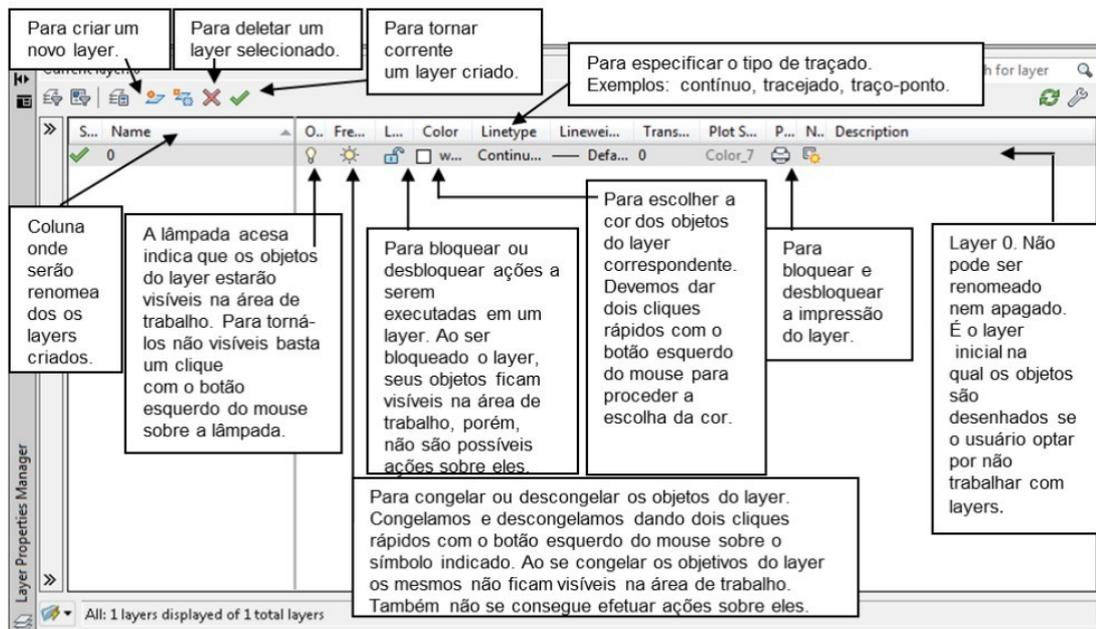

Figura 7.1 - Janela de Gerenciamento das Propriedades dos Layers.
1. Entre no comando por meio de uma das formas de acesso. Aparecerá uma janela de gerenciamento do *layer* denominada *Layer Properties Manager* (figura 7.1).